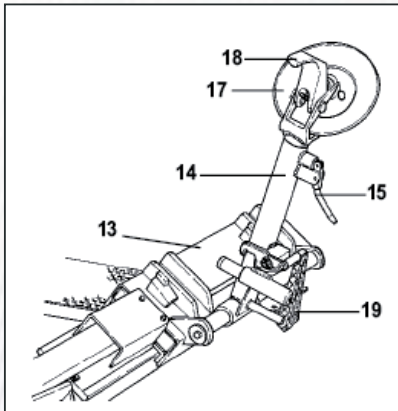

Рисунок 22
3) Убедитесь в том, что съемный рычаг находится с боковой стороны колеса. Если нет, нажмите на рычаг 19 (рис.22) и поверните его на 180°.
1) Установите кронштейн съемного рычага 14 (рис.22) в не рабочее положение. Подведите его к внешней стороне колеса и установите рычаг.
2) Вращайте колесо и одновременно вставляйте съемный рычаг 18 (рис.22) между ободом и бортиком, пока он не зафиксируется в этом положении.
7) Убедитесь в том, что съемный рычаг установлен на боковой стороне колеса. Если нет, нажмите на рычаг 19 (рис.22) и поверните его на 180°.
12) Рукояткой 19 (рис.22) поверните съемный рычаг на 180°.
21) Установите кронштейн съемного рычага 14 (рис.22) в рабочее положение.
3) Опускайте кронштейн зажимного устройства 14 (рис.22), пока оно не зафиксируется в нужном положении.
8) Отведите кронштейн съемного рычага 14 (рис.22) от обода. Отпустите рукоятку и установите кронштейн в не рабочее положение.
9) Нажмите на рычаг 19 (рис.22) и поверните лопку съемного рычага на 180°, которая при этом автоматически зафиксируется. Установите кронштейн в рабочее положение.